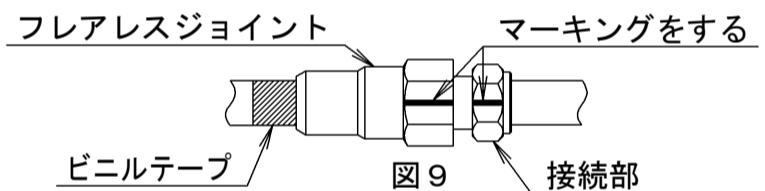

図9
- フレアレスジョイントと接続部にマーキングしてください。(図9参照)